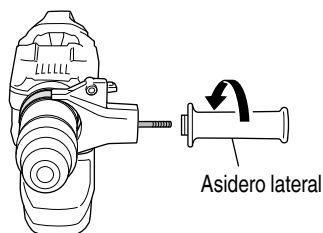

Fig. 14
- (4) Ajuste la banda en una posición que resulte adecuada para la tarea, gire el asidero lateral para apretar la banda. Asegúrese de que la banda esté fijada de forma segura. (Fig. 14)